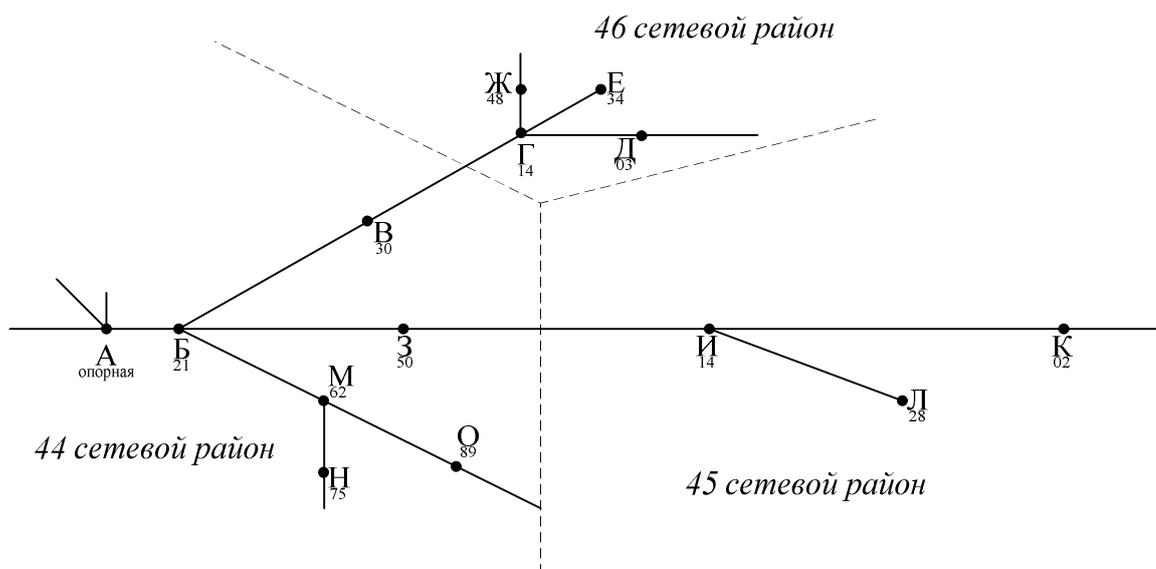

Рисунок 3.1 – Схемы железнодорожного направления
1. Схема железнодорожного направления (рис.3.1).